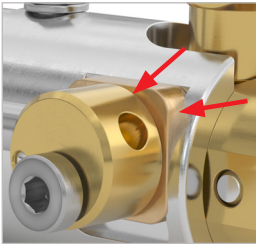
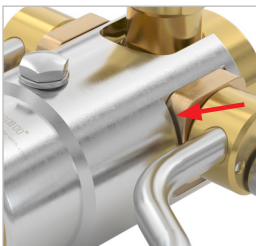

Abbildung 13
Abbildung 14
- ▶ Bringen Sie einen dünnen Film des WEH® Schmiermittel zwischen den Exzenter (roter Pfeil, *Abbildung 13* und *Abbildung 14*) auf.